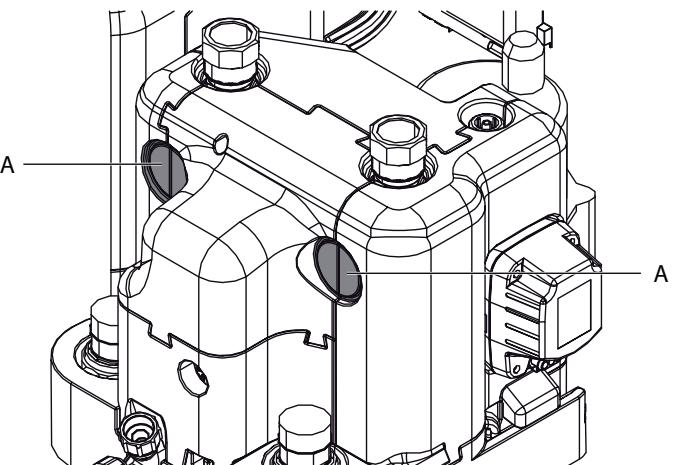

Bild 4-12 Ausschnitt Wärmedämmung
- Seitliche Durchlässe der Wärmedämmung (Bild 4-12, Pos. A) mit einem geeigneten Werkzeug ausschneiden.